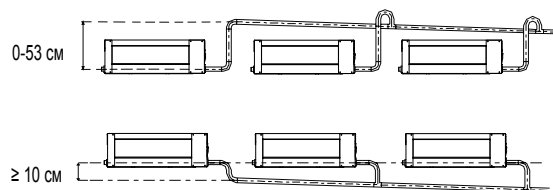

Рис. 6.4
**ПРИМЕЧАНИЕ.** При объединении дренажных труб нескольких блоков подключайте их, как показано на рис. 6.4.